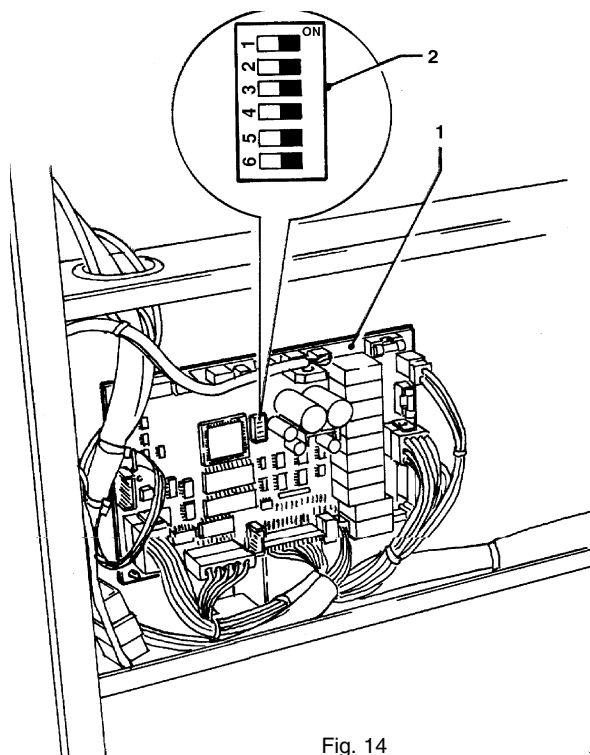

Fig. 14
- poner el minidip 6 de la tarjeta de control en ON (ver la fig. 14).